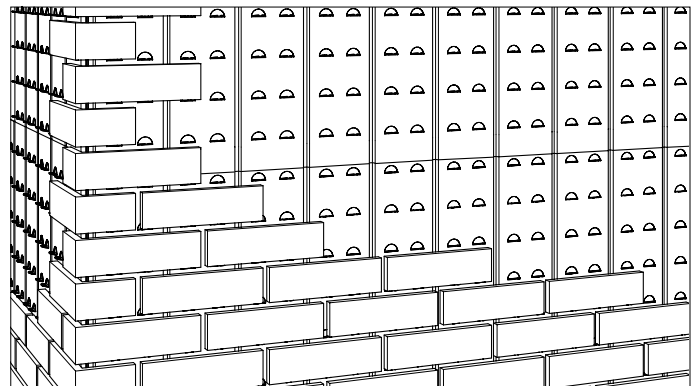

FIGURA 10
- Complete los primeros dos cursos para que sirvan de guía para el resto del muro. Examine el trabajo a distancia de vez en cuando para asegurarse de que el espacio entre los ladrillos es consistente (vea la Figura 10).